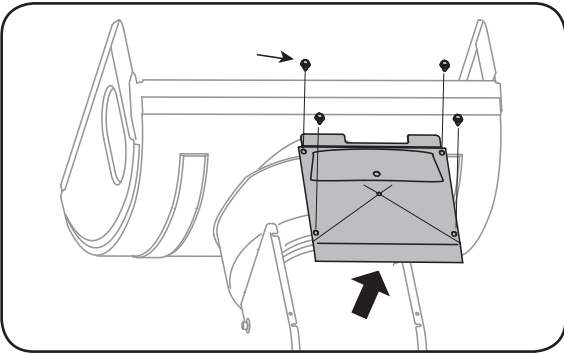

Figure 6-5
- Basculez la souffeuse vers l'avant pour la faire reposer sur le logement. Voir la Figure 6-5.
2. Basculez doucement la souffluse vers l'avant pour la faire reposer sur l'habitacle de la tarière. Voir la Figure 6-5.